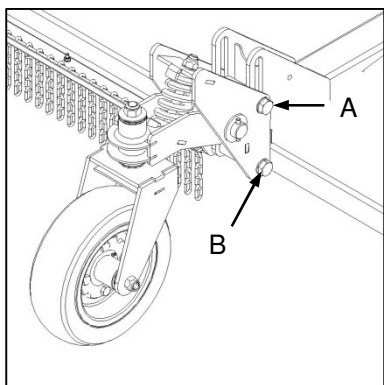

Fig. 6
- ✔ To set the working height, remove the lower wheel assembly retaining bolt (Fig. 6-B) and loosen the upper retaining bolt (Fig. 6-A).
- ✔ Om die werkshoogte te stel, verwyder die onderste wielmonteringsklemhout (Fig. 6-B) en maak die boonste klemhout los (Fig. 6-A).